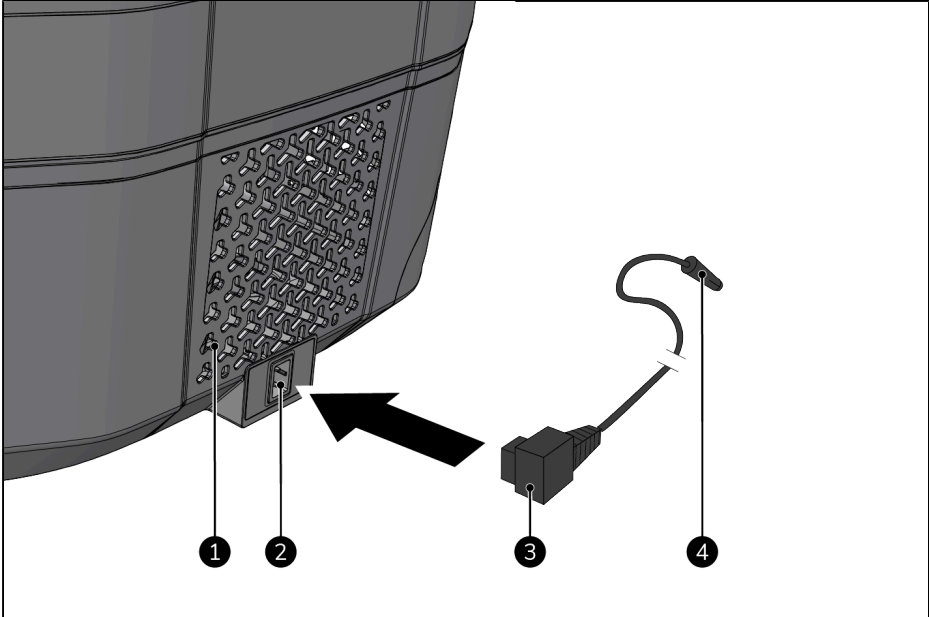

Abbildung 20.
2. Stellen Sie sicher, dass alle drei Lüftungsgitter (Abbildung 20, Pos. 1) mindestens 5 cm Freiraum haben.
3. Stecken Sie den Netzanschluss (Abbildung 20, Pos. 3) in das Netzteil des Geräts (Abbildung 20, Pos. 2).
4. Stecken Sie den Hilfsnetzstecker (Abbildung 20, Pos. 4) in ein leicht zugängliches 12-V- oder 24-V-Hilfsnetzteil in einem Fahrzeug oder Wasserfahrzeug.